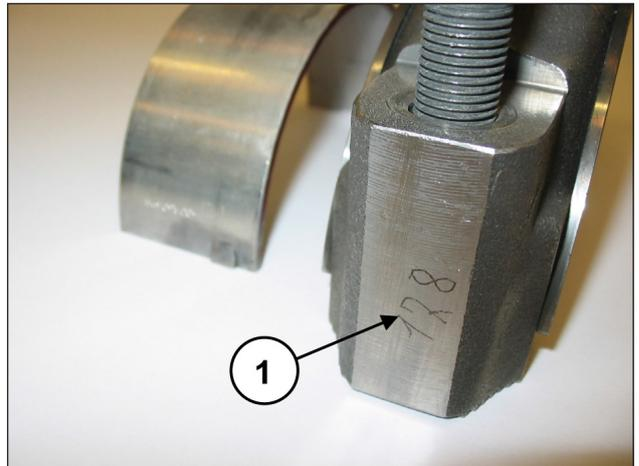

Fig. 43
Accoupler les demi-bielles avec les chapeaux préalablement démontés en suivant la numérotation (rep. ①, Fig. 43).
Désassembler les chapeaux des demi-bielles ; pour les accoupler correctement, suivre la numérotation présente sur un côté (rep. ①, Fig. 43).